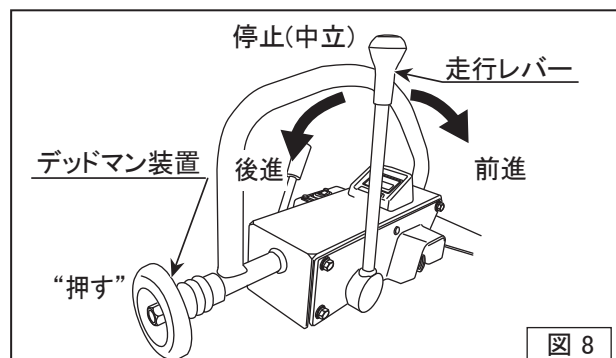

図8
- 走行レバーは前進、中立、後進の操作を行います。走行レバーが前進、後進へスムーズに作動するか点検します。そして、走行レバーを「後進」にして、デッドマン装置を押した時に走行レバーが「中立」またはやや前進の位置に戻る事を確認してください。(図8)